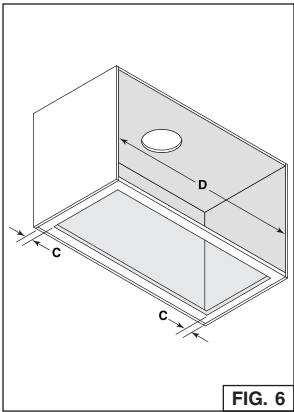

FIG. 6
- Hottes BBN1243SS et BBN1303SS seulement: Mesurer ce qu'il reste de matériau des côtés de la base de l'armoire (C) (FIG. 6), s'il subsiste 1/4 po ou plus, nul besoin d'utiliser les supports d'armoire fournis. Passer à l'étape 8 en page suivante.
- S'il reste moins de 1/4 po de matériau (C), retirer soigneusement ces bandes. Mesurer la largeur intérieure de l'armoire (D) (FIG. 6). Consulter le tableau ci-dessous pour savoir quelle configuration de rebords de support doit être utilisée.